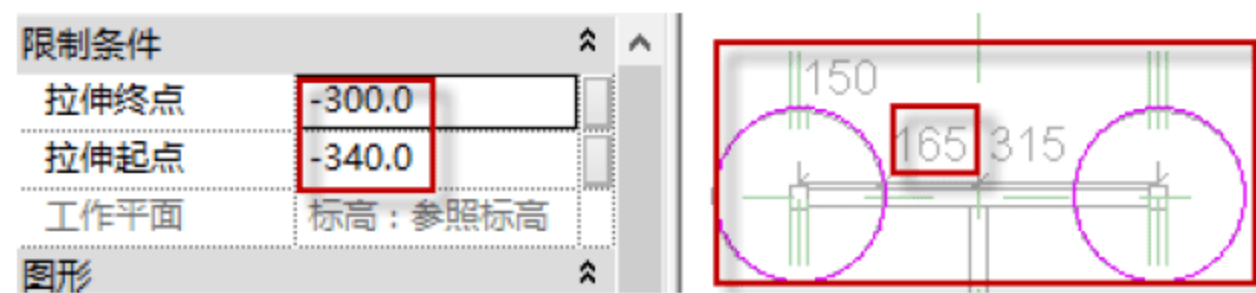

图 8.3.51 圆凳平面视图
(14) 绘制座椅的平面是半径为 150mm, 厚度为 40mm 的圆柱。返回到“楼层平面-参照标高”平面, 按快捷键 C+O 和 M+M 绘制参考线。选择“创建”→“拉伸”→“圆形框”命令, 绘制图框, 在“属性”面板中编辑“拉伸起点”和“拉伸终点”的数值 (-340, -300), 然后单击 ✓ 按钮, 如图 8.3.51 所示。